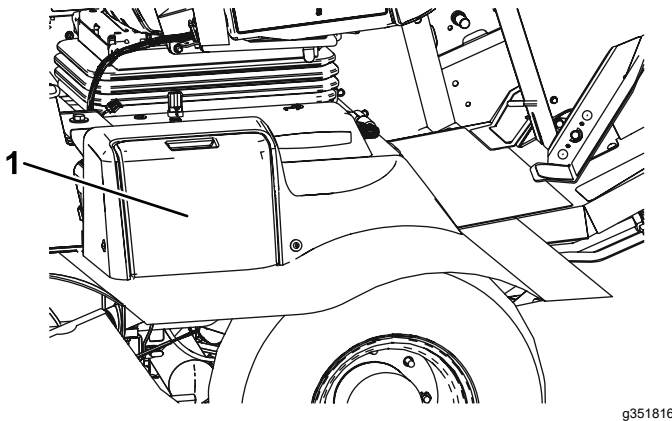

Figure 62
3. Fermez le couvercle du compartiment de la batterie (Figure 62) jusqu'à ce qu'il s'enclenche.
1. Desserrez les contre-écrous de montage et les vis pour régler les phares (Figure 62).
3. Serrez les contre-écrous et les vis (Figure 62).